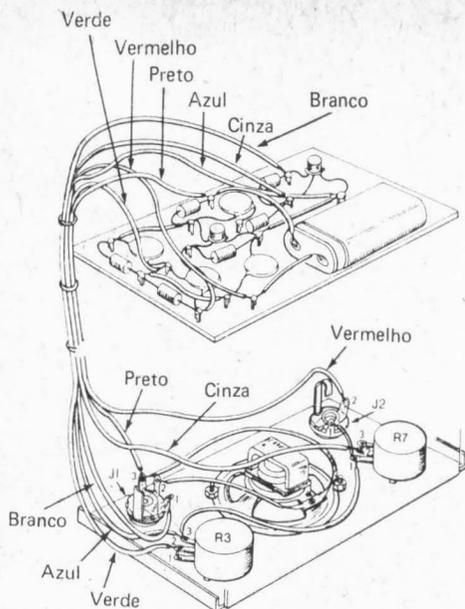

FIG. 4 — Interligação do painel frontal com a placa de fenolita perfurada.
- Plaqueta de fenolita perfurada, caixa de plástico, dois botões, um manipulador, fios de ligação de diversas cores (ver Fig. 4), solda, etc.